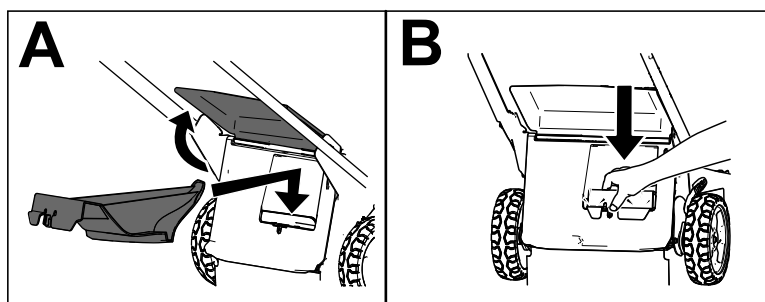

Figure 17
**Important:** Vérifiez que l'obturateur arrière est verrouillé en place. Pour verrouiller l'obturateur, soulevez le déflecteur arrière (A de Figure 17) et enfoncez-le fermement jusqu'à ce qu'il s'enclenche en place (B de Figure 17).